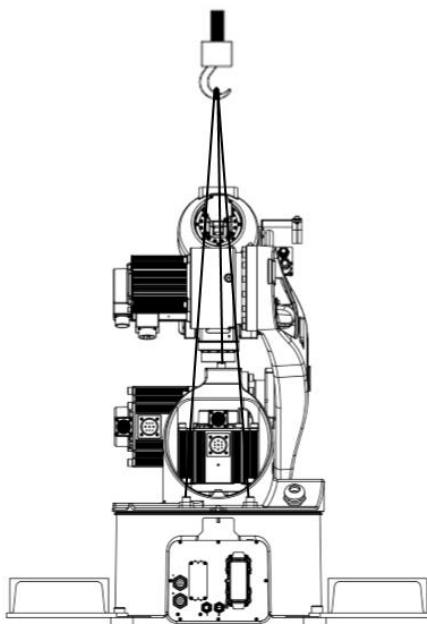

图 9-5 AIR25-1700C 系列吊环搬运示意图
- 肘部负载质心位置需位于图 9-5 所示安装螺钉 150mmx80mm 区域内部。
操作机采用吊环搬运时示意图如下图 9-5 所示，起吊装置应能满足操作机重量需求，吊环材质为 20 或者 25 号钢；吊环规格为 M12。操作机及搬运装置总重量约 317kg。